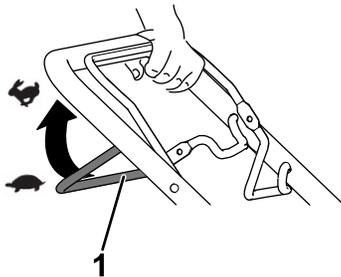

Figura 12
- Per innestare la trazione automatica, tirate la barra della trazione automatica verso la stegola e mantenete la posizione (Figura 12).